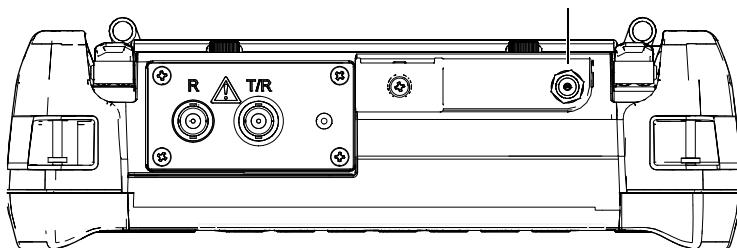

图 4-2 适配器接口
EPOCH 600 仪器通过充电器/适配器使用 AC 电源。充电器/适配器带有通用的 AC 电源输入，因此可以使用 100 ~ 120 VAC 或 200 ~ 240 VAC 的电压，以及 50 Hz ~ 60 Hz 的频率。充电器/适配器输出与 EPOCH 600 仪器上的 AC 适配器插孔连接（参见第 76 页的图 4-2）。
3. 将 DC (直流电) 输出电源线的一端连接充电器 / 适配器，另一端连接仪器上的适配器接口 (参见第 76 页的图 4-2)。